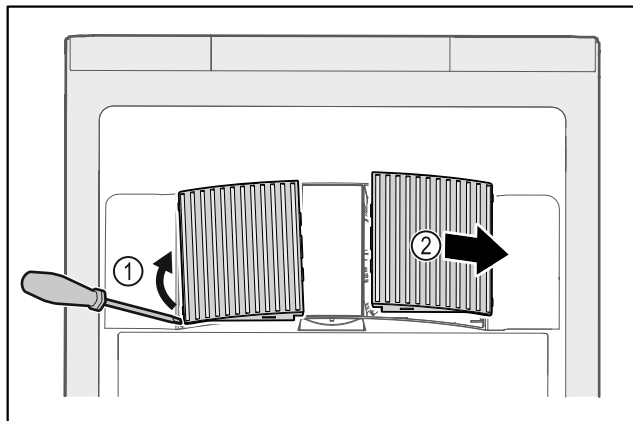

Fig. 228
- ▶ Lirk forsigtigt ventilatorafdækningerne ud fra siden Fig. 228 (1), og tag dem af forfra Fig. 228 (2).